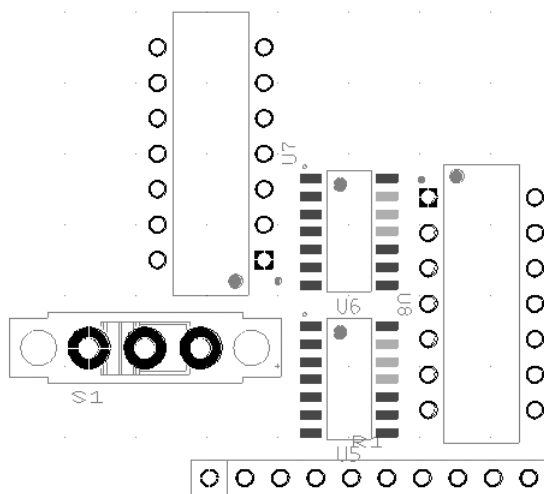

图 12-3 不显示元器件间的鼠线
2) 取消勾选“鼠线”复选框，则不显示与元器件相连的鼠线，如图 12-3 所示。